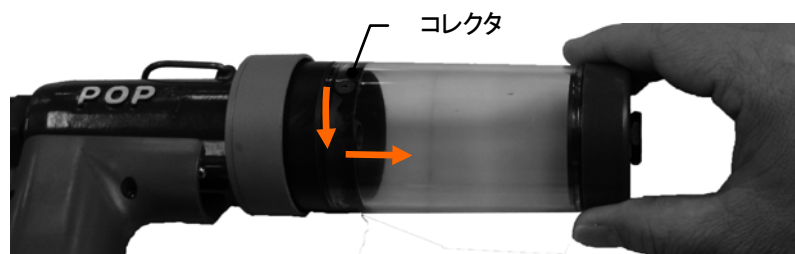

図7-5
- (1) カプラを分離する等により、圧縮空気の供給を止めてください。
- (2) コレクタを外してください。コレクタを手で左にまわして外します。(図7-5)